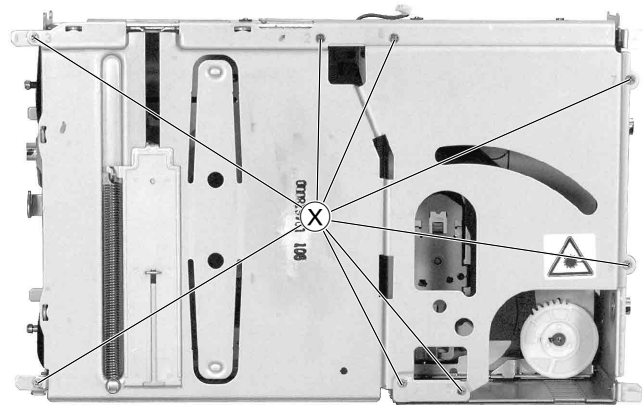

Fig. 9
- 8 Schrauben (X) (Fig. 9) herauserschrauben und Oberteil abnehmen.
- Undo 8 screws (X) (Fig. 9) and remove the upper part.